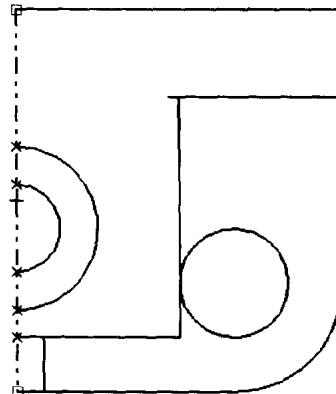

图 1-24
4. 在绘图工具条中，选择直线命令 、相切弧命令 和圆命令 ，勾画出草图轮廓（如图 1-24 所示）。